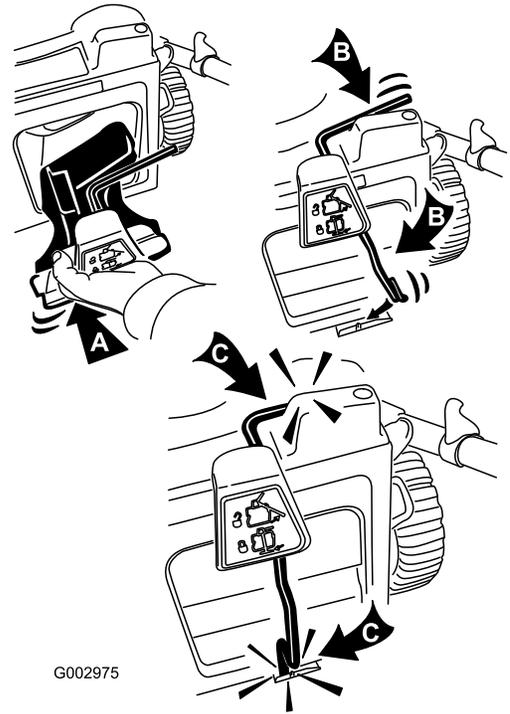
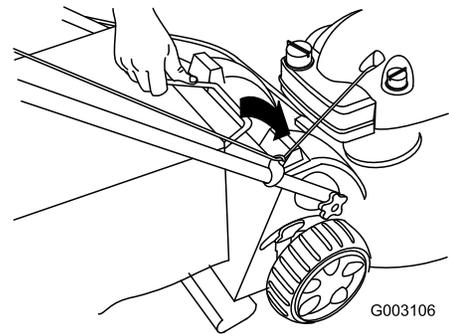

Figura 19
Figura 20
1. Instale el tapón de mulching (Figura 19) o la bolsa de recortes (Figura 20) en el cortacésped.